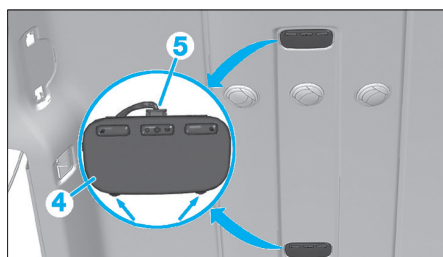

Fig. 46
- Déposer l'éclairer plafonnier (4) et débrancher les connecteurs (5). (Fig.46)